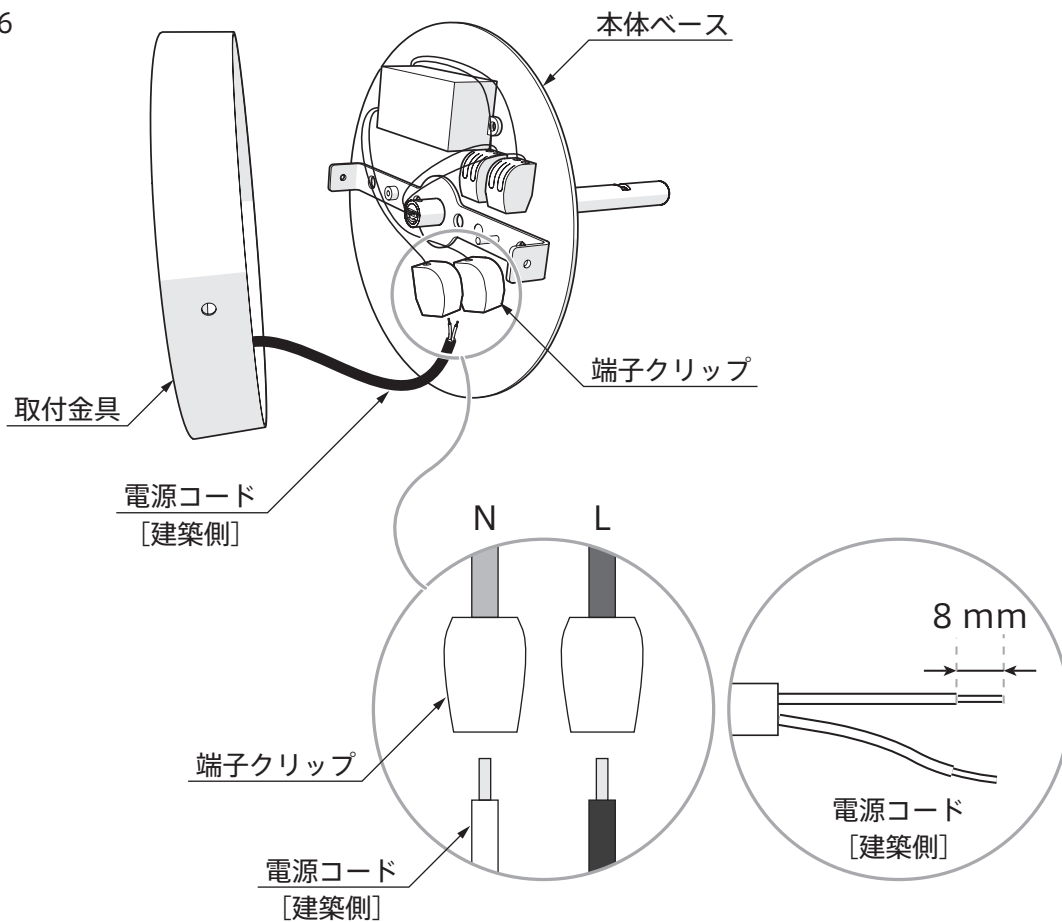

図 7
- 6. 取付金具と本体ベースの本体ベース取付穴位置を合わせ、本体ベース固定ネジにて本体ベースを固定します。(図7)